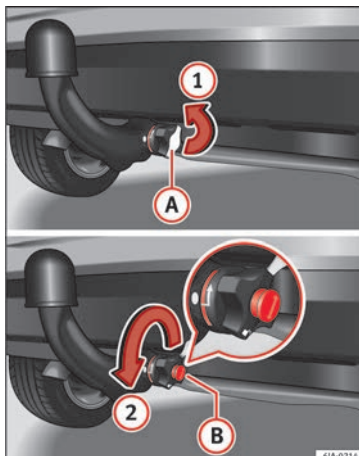
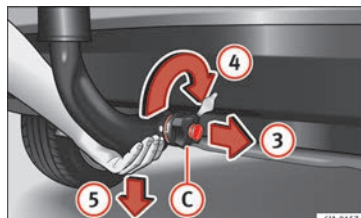

Fig. 201 Retirez le cache de la serrure/ouvrez la serrure avec la clé.
Fig. 202 Déverrouillez la barre à boule d'attelage.
- Placez le cache (A) qui protège la serrure de la molette dans le sens de la flèche (1) » fig. 201.
- Insérez la clé (B) dans la serrure.
- Ouvrez la serrure de la molette en tournant la clé (B) vers la gauche jusqu'à la butée, dans le sens de la flèche (2) – la flèche sur la clé pointe vers le symbole « serrure ouverte ».
- Saisissez la barre à boule d'attelage par en dessous » fig. 202 et de l'autre main, retirez la molette (C) dans le sens de la flèche (3).
- Tournez la roulette, une fois retirée, dans le sens de la flèche (4) jusqu'à la butée et maintenez-la fermement dans cette position.
- Retirez la barre à boule d'attelage de la frette de serrage en la tirant vers le bas dans le sens de la flèche ⑤.